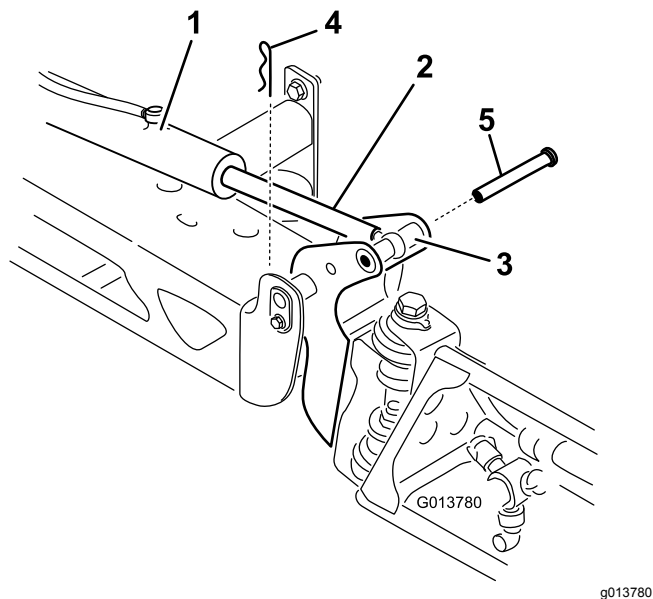

図 58
2. ピボットピンからコッターピンを抜き取る 図 58。
3. ブームを持ち上げて、ピンを外し 図 58、ブームをゆっくりと床面に降ろす。
9. ブームを支えながら、ブームのピボットとアクチュエータロッドにピンを通す(図 58)。